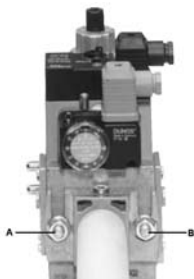

Рис. 6
3. Затянуть винты А, В, С и D (Рис. 6 - Рис. 7), соблюдая дистанции монтажа (Рис. 8);